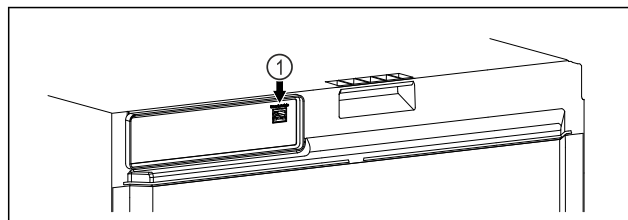

Fig. 107
- SmartModule Fig. 107 (1) è inserito.